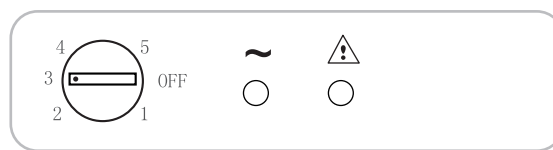

Fig. 1
- La regolazione della temperatura per entrambi i compartimenti si effettua ruotando la manopola del termostato (Fig. 1).